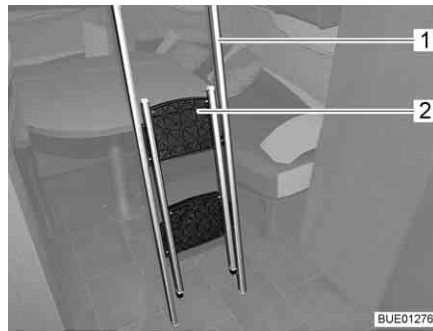
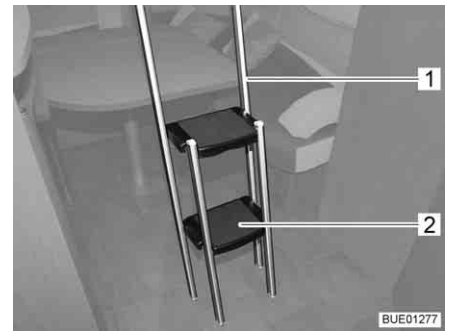

Fig. 96 Scaletta di accesso chiusa
Fig. 97 Scaletta di accesso aperta
- Agganciare la parte chiusa (Fig. 96,2) della scaletta di accesso (Fig. 96,1) al bordo superiore, quindi aprirla fino a che tutti i quattro piedini appoggiano saldamente sul pavimento (Fig. 97).
- Ribaltare verso l'interno gli scalini (Fig. 97,2).
- Staccare la scaletta di accesso (Fig. 97,1) dalla barra di presa (Fig. 95,3) nel letto basculante.